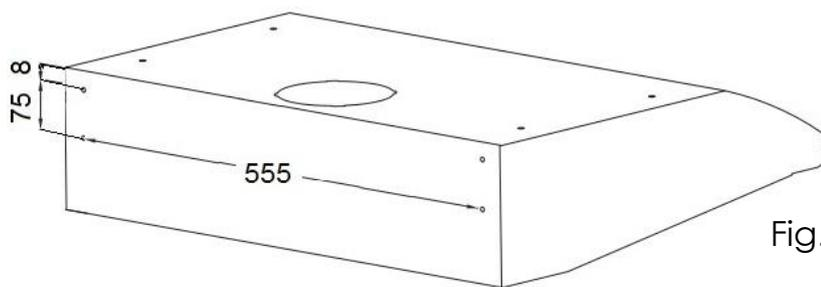
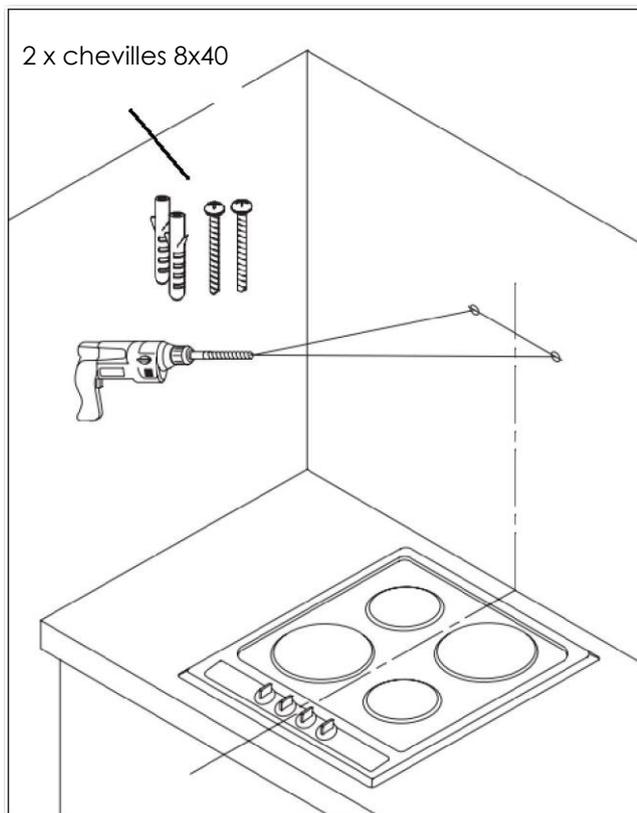

Fig. 7a
Fig. 7b
- Percez deux trous dans le mur pour accueillir les chevilles 8x40 (Fig. 7b), l'emplacement des trous est indiqué dans la Fig. 7a.